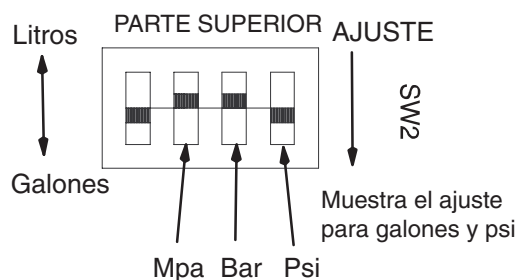

Fig. 9
- Coloque los interruptores de la parte trasera de la pantalla de visualización (49) en la posición que desee, Fig. 9.